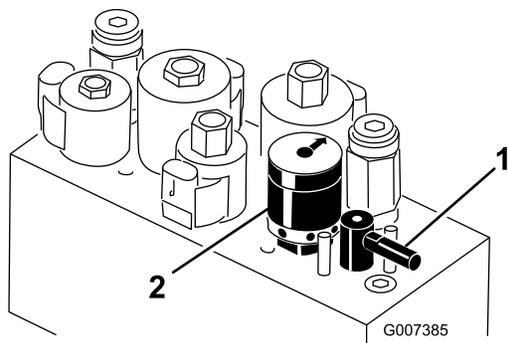

図 28
4. リールの速度を設定するには、ノブ 図 28 を回して、ノブの矢印を、所定の番号に合わせます。